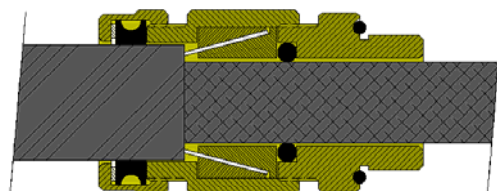

Figura 3
7. En la figura 3 aparece el corte esquemático de la apariencia final del cable armado montado sobre un prensaestopa de doble cierre.